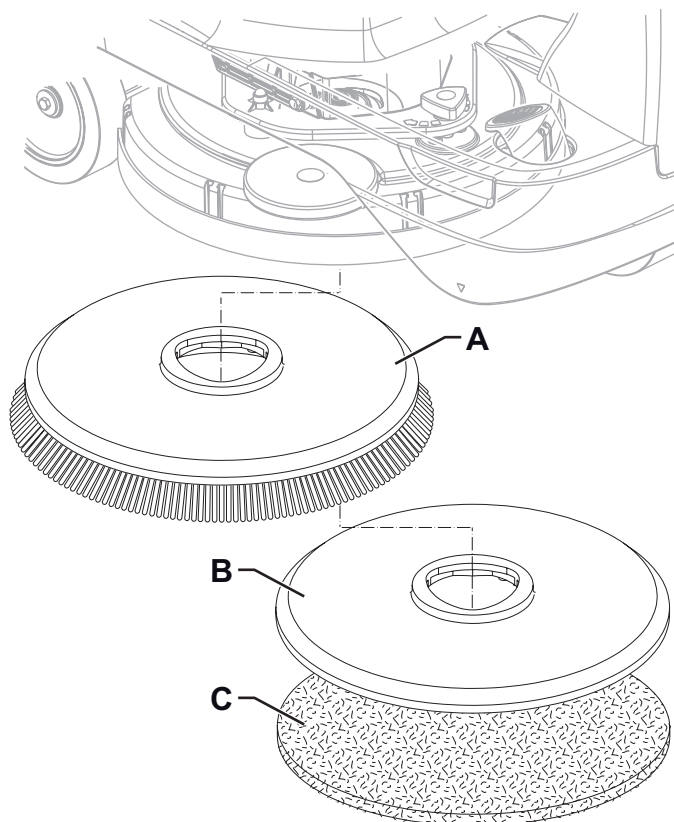

Abbildung 2
1. An das Gerät können sowohl die Bürste (A, Abb. 2) als auch der Padhalter (B) mit Pad (C) montiert werden, je nach auszuführender Bodenbehandlung.
2. Die Bürste (A) oder den Padhalter (B) unter den Bürstenträgerkopf (7) positionieren.
3. Den Bedienschlüssel (41) in seine Aufnahme stecken.
4. Die One-Touch-Taste™ (43) drücken, um den Kopf auf die Bürste abzusenken.
5. Die Taste (45) drücken, um die Bürste einzuhaken.
6. Zum Ausbauen der Bürste muss der Kopf durch Drücken der Taste (43) angehoben, dann die Taste zum Lösen gedrückt werden (45).